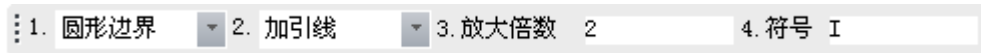
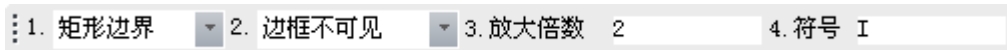

图 2-66 局部放大图立即菜单 1
图 2-67 局部放大图立即菜单 2
【局部放大图】功能使用立即菜单进行交互操作，调用【局部放大图】功能后弹出的立即菜单如图 2-66 所示。
- 1) 从如图 2-66 所示立即菜单项【1: 】中选择【圆形边界】。
- 1) 从如图 2-66 所示立即菜单项【1: 】中选择【矩形边界】, 立即菜单如图 2-67 所示: